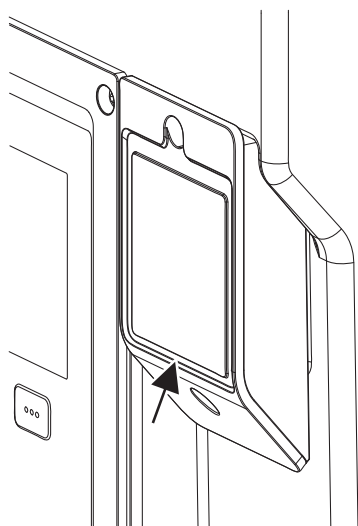

Fig. 27: Pokrov za Wilo-Smart Connect modul BT
1. Odvijte vijak pokrova modula Wilo-Smart Connect (Fig. 27) in odprite pokrov.
Zaradi svoje konstrukcije je modul Wilo-Smart Connect BT mogoče namestiti samo v eno smer. Dodatnega pritrdjevanja samega modula ni. Pokrov modula Wilo-Smart Connect (Fig. 27) na zgornjem delu elektronskega modula modul trdno drži v vmesniku.